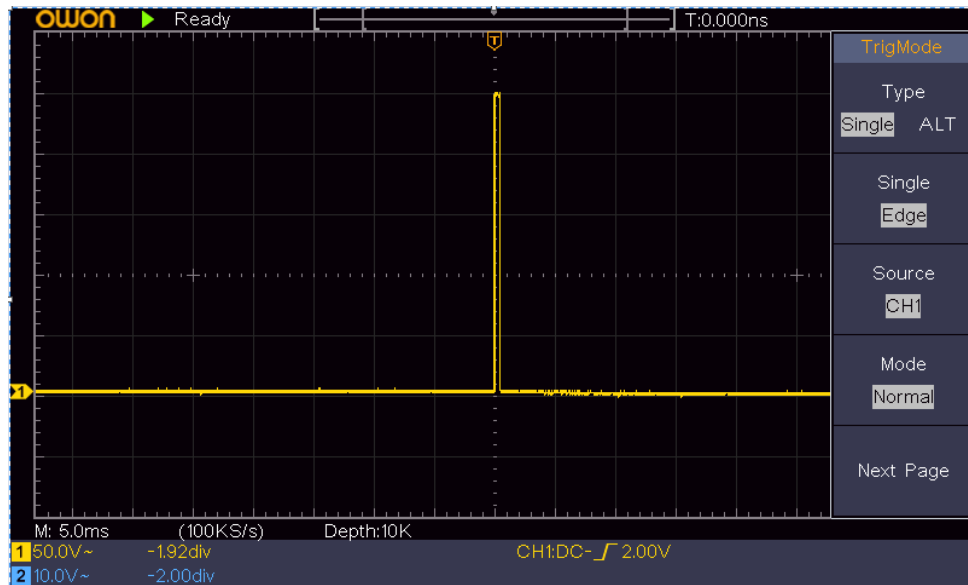

Figure 6-3 非周期的な信号の観測
- (5) **Acquire** を押してアキュイジション・メニューを開きます。
- (6) 右メニューで**Acqu Mode**に **Peak Detect** を選択します。
- (7) **トリガMenu**を押してトリガ・メニューを開きます。
- (8) 右メニューで**Type**に **Single** を選択します。
- (9) 右メニューで**Single**に **Edge** を選択します。
- (10) 右メニューで**Source**に **CH1** を選択します。
- (11) 右メニューで**Mode**に **Single** を選択します。
- (12) 右メニューで**Next Page**を押して、右メニューで**Coupling**に **DC** を選択します。
- (13) 右メニューで**Slope**に （立ち上がり）を選択します。
- (14) **トリガ・レベル・ノブ**を回して、トリガ・レベルを信号のおおよそ50%のレベルに調整します。
- (15) 画面上部のトリガ状態表示を確認し、Readyでない場合は、**Run/Stop**ボタンを押して波形取り込みを開始し、トリガが発生するのを待ちます。信号が設定されたトリガ・レベルに達すると、1つの波形が取り込まれて画面に表示されます。この手法で、ランダムなパルスを簡単に取り込むことができます。例えば、高振幅のバースト・ノイズを見つけたい場合は、トリガ・レベルを平均信号レベルよりも高い値に設定し、**Run/Stop**ボタンを押してトリガを待ちます。ノイズが発生すると、波形を取り込みます。**水平軸Positionノブ**を回すと、水平トリガ・ポジションを左右に調整することができ、ノイズが発生する前あるいは後の波形を簡単に観察できます。（Figure 6-3）
- (16) トリガ条件を見つけることができたなら、トリガ・モードをNormalに設定すれば、トリガ条件を満たす場合のみ波形を連続して取り込み、Singleに設定すれば、トリガ条件を満たした後に1つの波形を取り込んで波形取り込みを停止します。